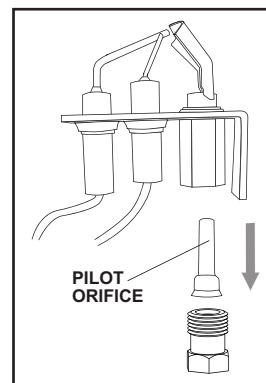

FIG. 3
8. Retirez les deux vis sécurisant la veilleuse. À l'aide d'un clé sauvegarde, enlevez le tube de la veilleuse du partie inférieure de la veilleuse (**Fig. 3**). Enlevez l'injecteur de veilleuse et remplacez-le avec l'injecteur fourni. Rattachez le tube de la veilleuse et l'assemblage de la veilleuse.